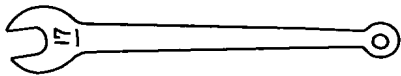
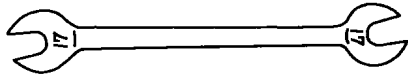

图 2-9 单头扳手
图 2-11 等双头扳手
(1) 开口扳手。其功能是使用扳手拧紧或松开螺栓或螺母。如图 2-9~图 2-11 所示，广泛使用单头、双头和等双头扳手。